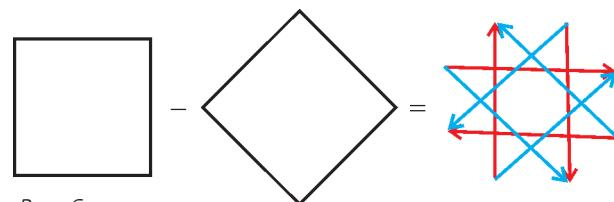

Рис. 6
**Пример 5.** Разность двух квадратов, повернутых друг относительно друга на  $45^\circ$ , – восьмиконечная звезда (рис.6).